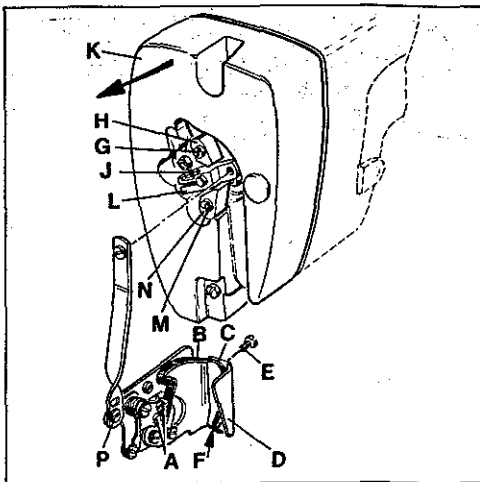
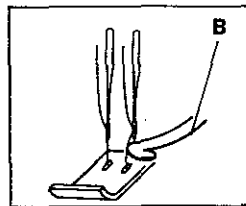
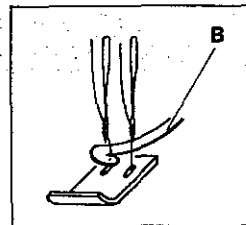
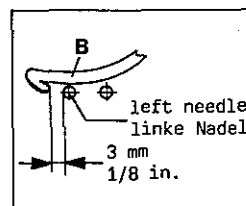

Fig.58
Fig.59
Fig.60
Fig.61
6.1 Keep thread wiper disconnected. Insert the ten prong plug of the thread trimmer drive on the motor. Switch-on motor, sew and cut the threads with fabric under the presser foot. Switch-off the motor. Now actuate the wiper hook manually. The hook (B, Fig. 59) must deflect the needle threads to the front (towards the operator). When the hook (B, Fig. 60) returns from left to right it must catch the needle threads and draw them to leaf spring (C, Fig. 58) for clamping. On its travel the hook should not interfere with the needle points or the presser foot. For adjustment loosen screws (A, Fig. 58), set as required and retighten screws.
6.2 The wiper hook (B, Fig. 58) and leaf spring (C) for clamping the needle threads should be approximately flush at point (F) when the hook (B) is in its right end position. After loosening screw (E, Fig. 58) set the lower end of leaf spring flush to the lower edge of bracket (D) at point (F). Retighten screw (E).
For adjustment of hook (B, Fig. 58) loosen screw (G) and screw (J) and turn lever (L) until the end of hook (B) and the lower end of leaf spring (C) are flush. Retighten screw (J).
Set stop (H, Fig. 58) so that lever (L) strikes against it just before the stop in the rotary solenoid of the wiper is effective. Retighten screw (G).
Stop (N, Fig. 58) limits the motion of the wiper hook to the left. Loosen screw (M) and set the stop (N) so that lever (L) strikes against it when the wiper hook (B, Fig. 61) is 3 mm (1/8 in.) left of the left needle. Retighten screw (M, Fig. 58).
**HINT:** For disassembling head cover (K, Fig. 58) remove screw (P) and the two head cover fastening screws. Draw-off head cover horizontally to the left to avoid damaging of plug and receptacle.
6.1 Der Fadenzieher darf nicht angeschlossen sein. Stecken Sie den 10 poligen Stecker des Fadenabschneider-Antriebs am Motor ein. Schalten Sie den Motor ein, nähen Sie und schneiden Sie die Fäden im Stoff ab. Schalten Sie den Motor aus. Schwenken Sie nun den Haken für Fadenzieher von Hand ein. Dabei muß der Haken (B, Fig. 59) die Nadelfäden nach vorne (zur Bedienungsperson hin) ablenken. Wenn der Haken (B, Fig. 60) von links nach rechts zurück schwenkt muß er die Nadelfäden mitnehmen und zum Festklemmen zur Blattfeder (C, Fig. 58) ziehen. Auf seiner Bahn darf der Haken weder die Nadelspitzen berühren noch gegen den Drückerfuß stoßen. Zur Einstellung lösen Sie die Schrauben (A, Fig. 58), stellen entsprechend ein und ziehen die Schrauben wieder an.
6.2 Der Haken für Fadenzieher (B, Fig. 58) und die Blattfeder (C) zum Klemmen der Nadelfäden müssen in der rechten Endstellung des Hakens (B) im Punkt (F) in etwa bündig sein. Stellen Sie nach Lösen der Schraube (E, Fig. 58) das untere Ende der Blattfeder (C) bündig zur unteren Kante des Halters (D) bei Punkt (F). Ziehen Sie die Schraube (E) wieder an.
Zur Einstellung des Hakens (B, Fig. 58) lösen Sie die Schraube (G) und die Schraube (J) und drehen den Hebel (L) bis das Ende des Hakens (B) und das untere Ende der Blattfeder (C) bündig sind. Ziehen Sie die Schraube (J) wieder an.
Stellen Sie den Anschlag (H, Fig. 58) so, daß der Hebel (L) an ihm anschlägt kurz bevor der Anschlag im Drehmagneten des Fadenziehers wirksam wird. Ziehen Sie die Schraube (G) wieder an.
Der Anschlag (N, Fig. 58) begrenzt den Weg des Hakens für Fadenzieher nach links. Lösen Sie die Schraube (M) und stellen Sie den Anschlag (N) so, daß der Hebel (L) an ihm anschlägt, wenn der Haken für Fadenzieher (B, Fig. 61) 3 mm links der linken Nadel steht. Ziehen Sie die Schraube (M, Fig. 58) wieder an.
**HINWEIS:** Entfernen Sie zum Abnehmen des Kopfdeckels (K, Fig. 58) die Schraube (P) und die beiden Kopfdeckel-Befestigungsschrauben. Ziehen Sie den Kopfdeckel horizontal nach links ab, damit Stecker und Steckbuchse nicht beschädigt wird.